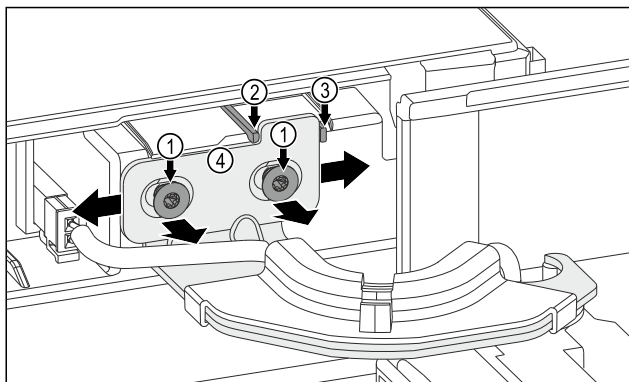

Fig. 8
- ▶ Otpustite oba vijka Fig. 8 (1).
- ▶ Pomaknite vrata nadesno: Izvadite sigurnosni umetak Fig. 8 (3).
- ▶ Pomaknite vrata nalijevo: Izvadite sigurnosni umetak Fig. 8 (2).
- ▶ Dosegnut je krajnji položaj vrata: Pritegnite oba vijka Fig. 8 (1).